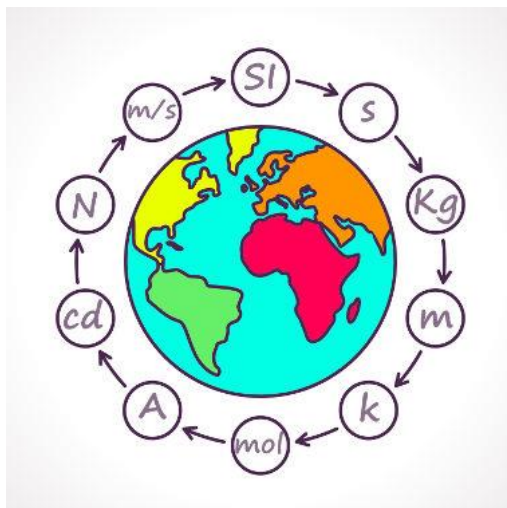

Figura 10 – Sistema Internacional de Unidades
Criando em 1960 na 11ª Conferência Geral de Pesos e Medidas (CGPM), O Sistema Internacional de Unidades (SI) tem a finalidade de padronizar as unidades de medida grandezas existentes facilitando a sua utilização e torná-las acessíveis a todos. O sistema define sete grandezas de base, e a partir delas as demais são definidas as demais grandezas e suas unidades estabelecidas, denominadas de grandezas derivadas, figura 10.